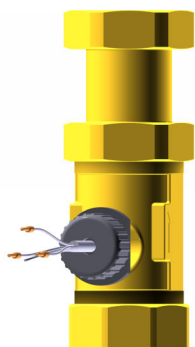

Abb. 35: Volumenstromsensor
6. ➤ Neuen Volumenstromsensor (Abb. 35) einsetzen.